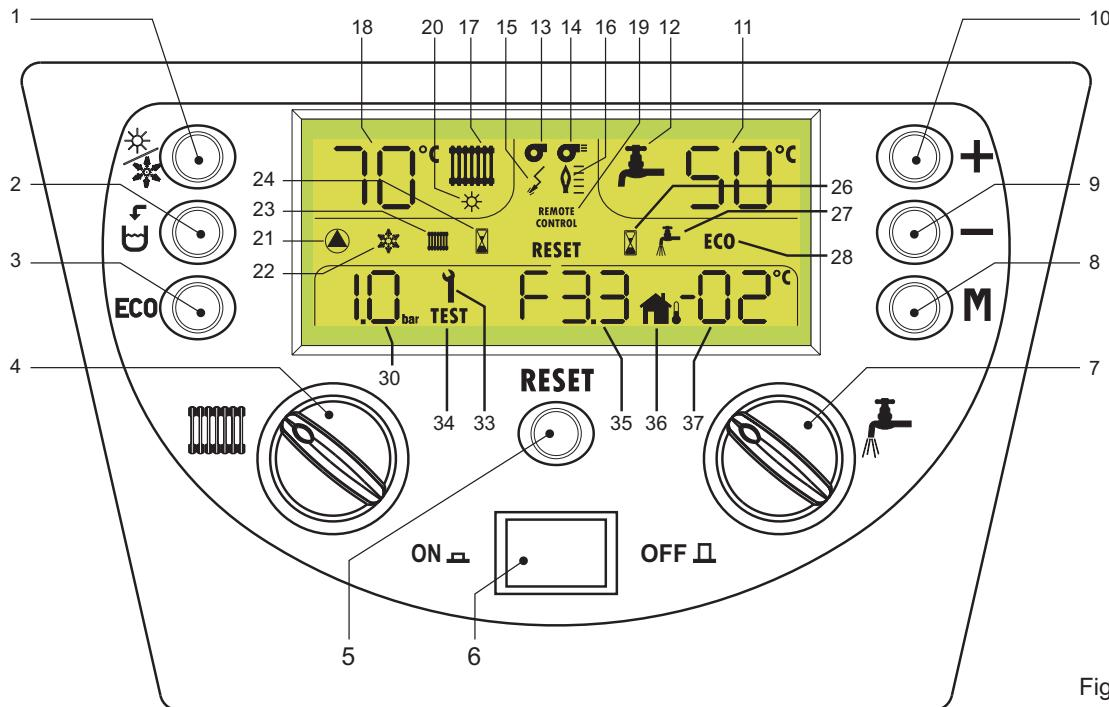

Fig. 1
Pentru a activa sau dezactiva funcția **confort** este suficient să apăsați butonul (- 3 fig. 1). Când funcția Comfort este activă, scrisul ECO apare pe afișaj.
Pentru reluarea funcționării trebuie să apăsați tasta Reset (5 - fig. 1).
- Apăsați butonul ON/OFF (vezi fig. 1).
Apăsați tasta ON/OFF (vezi fig. 1).
Pentru a selecta unul din cele două moduri este suficient să apăsați tasta (1 - fig. 1).